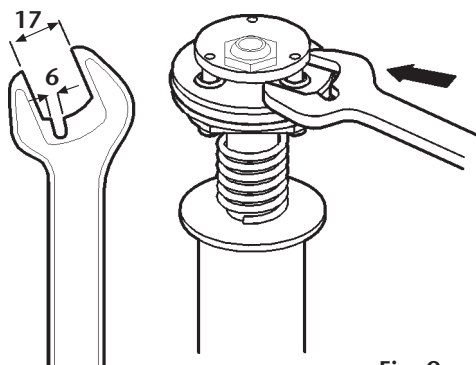

Fig. 9
1. Secure the air motor body (16) in a suitable way and loosen the four screws (13) to remove the air motor dolly (1).
2. Check the upper spring (2) and the spring stop (3) inside the air motor dolly (1). Replace if damaged.
3. Remove the lower circlip (15) and muffler (14) and pull up the inverting set (4) until the hole in pump piston (8) becomes visible in the opening where the muffler was removed. Insert a steel rod (8 mm) in the hole to lock the piston.
4. Use a prepared 17mm wrench (see fig. 9) to remove the inverting set (4).
1. Fijar el cuerpo motor (16) adecuadamente y soltar los cuatro tornillos (13) para retirar la cazoleta (1).
2. Verificar el muelle superior (2) y el tope muelle (3) en la cazoleta (1). Sustituir en caso de deterioro.
3. Desmontar el anillo de seguridad (15) inferior y el silenciador (14) y tirar el conjunto inversor hacia arriba hasta que el agujero en el vástago (8) quede visible en la apertura donde el silenciador fue quitado. Introducir una varilla acerada (8mm) en el agujero del pistón para bloquear el mismo.
4. Desenroscar el conjunto inversor (4) con una llave fija de 17mm preparada (Fig. 9).
1. Fixer correctement le corps moteur (16) et dévisser les 4 vis (13) pour désolidariser la cassette (1).
2. Procéder au contrôle du ressort supérieur (2) ainsi que de la butée de ce dernier (3) qui se trouvent dans la cassette (1). Remplacer ces pièces si nécessaire.
3. Démontez l'anneau de sécurité (15) inférieur et le silencieux (14) et tirez l'ensemble inverseur vers le haut jusqu'à ce que l'orifice du piston (8) soit visible et ce, au niveau où le silencieux a été enlevé. Introduire une baguette en acier (8mm) dans l'orifice du piston pour bloquer ce dernier.
4. Desserrer l'ensemble inverseur (4) à l'aide d'une clé fixe préparée de 17 mm (voir Fig.9).
1. Den Luftmotor (16) sichern und die 4 Schrauben (13) lösen, um den Deckel zu entfernen.
2. Die obere Feder (2) und die Federhalterung (3) innerhalb des Deckels überprüfen. Falls beschädigt, ersetzen.
3. Die untere Feder (15) und den Dämpfer (14) entfernen und den Umkehrschalter soweit herausziehen, bis die Öffnung im Pumpkolben sichtbar wird, aus der der Dämpfer entfernt wurde. Eine 8 mm Stahlstange in dieses Loch einführen, um den Kolben zu blockieren.
4. Mit einem vorbereiteten 17mm-Schraubenschlüssel (Bild 9), wird der Umkehrschalter (4) abgeschraubt.